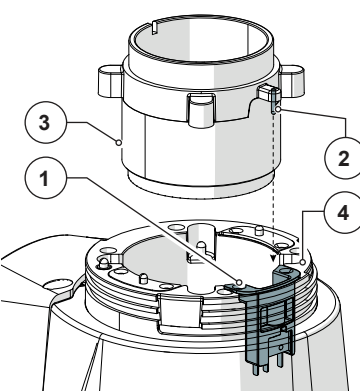

Abb. 6
- **Mikroschalter zur Erfassung der abnehmbaren Kammer (Abb. 6)**